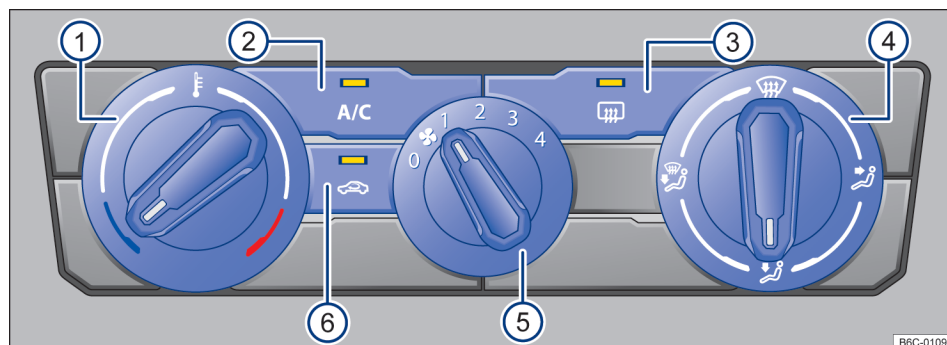

Fig. 81 Mandos del aire acondicionado.
- *Aire acondicionado*: girar el regulador del ventilador al nivel 0 → fig. 81 (5).
- *Aire acondicionado*: presionar el botón  → fig. 81 (2) para encender y apagar el funcionamiento de la refrigeración.
- *Aire acondicionado*: girar el regulador giratorio izquierdo → fig. 81 (1).
- *Aire acondicionado*: girar el regulador del ventilador → fig. 81 (5).
- *Aire acondicionado*: girar el regulador de la derecha → fig. 81 (4) a la posición deseada.
- *Aire acondicionado*: girar el regulador derecho a la posición  → fig. 81 (4).
- *Aire acondicionado*: presionar el botón  → fig. 81 .